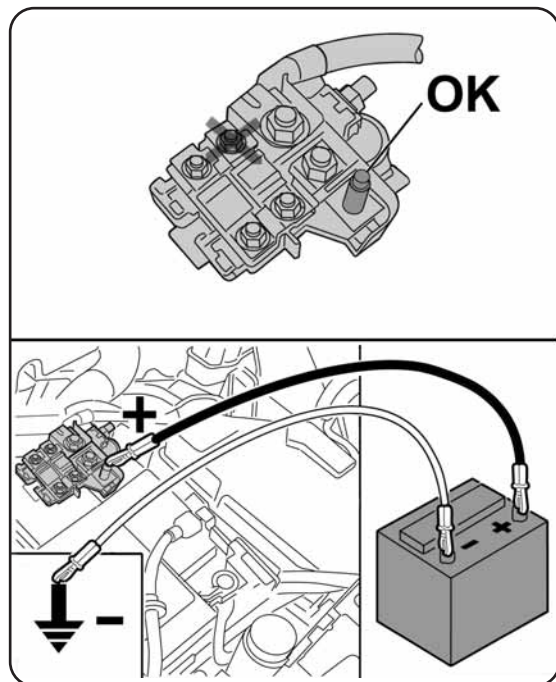

fig. 112
Pour effectuer le démarrage, procéder comme suit fig. 112 :
- brancher la borne positive (+) de la batterie d'appoint exclusivement au point indiqué sur la batterie du véhicule (inscription OK figure 112) ;